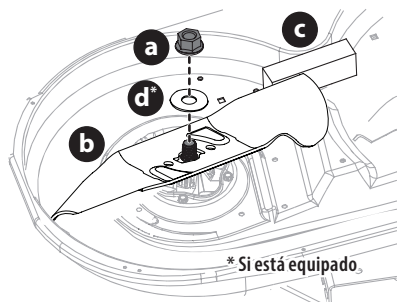

Figura 31
2. Coloque un bloque de madera (c) entre el alojamiento de la plataforma y el borde de corte de la cuchilla (b) para ayudar a aflojar la tuerca hexagonal (a) y la arandela (d)* que fijan la cuchilla (b). Utilice una llave de 15/16 pulgadas para aflojar la tuerca hexagonal (a) y la arandela (d)* (Figura 31).
2. Cuando reinstale las cuchillas, asegúrese de lo siguiente (Figura 31):
3. Ajuste las tuercas hexagonales (a) a 70-90 pies-libras (95-122 N-m) (Figura 31).